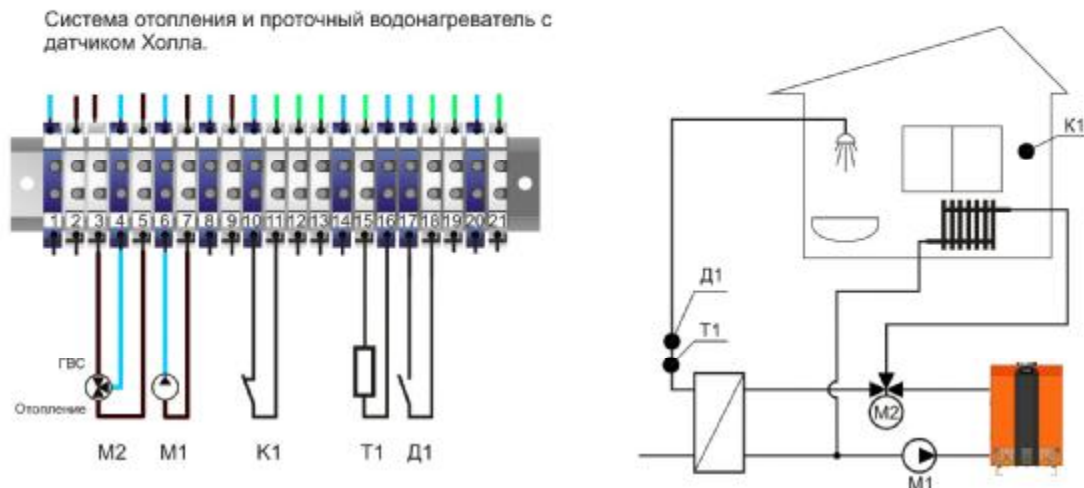

Рис.9. Схема подключения проточного теплообменника ГВС.
- произвести подключение контактов термостата бойлера косвенного нагрева к контактам термостата бойлера - K4, как указано на схеме рис. 9, протянув кабель через отверстие в задней стенке котла;
- произвести подключение датчик температуры ГВС к контактам датчика температуры T1, как указано на схеме рис. 9;
- произвести подключение датчика протока ГВС, как указано рис. 9;*
- произвести подключение 3^x ходового клапана для проточного теплообменника к контактам M2, как указано на схеме рис. 9;